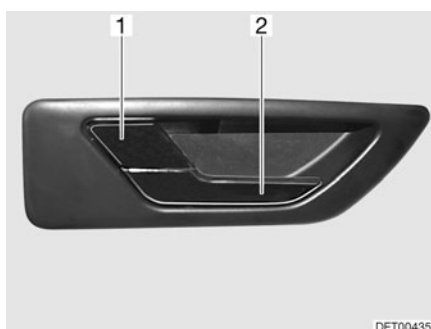

Fig. 29 Cerradura de la trampilla trasera, en el interior
- Tirar del tirador (Fig. 29,2). Se desbloqueó la cerradura de la trampilla. La palanca de retención (Fig. 29,1) salta hacia fuera automáticamente.
- Presionar la palanca de retención (Fig. 29,1).